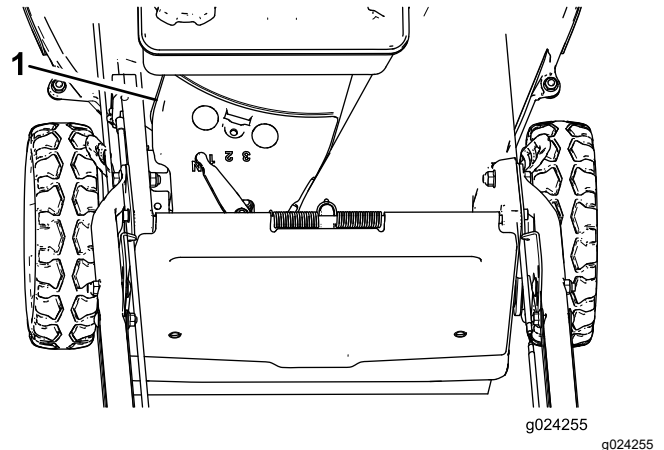

Figura 31
3. Îndepărtați capacul de curea (Figura 31) de la carcasa mainii de tuns iarba.